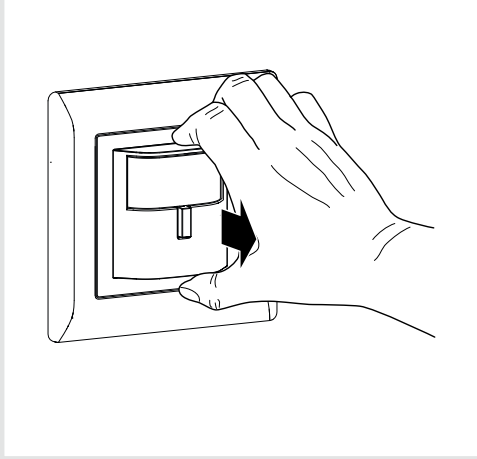

Figura 8: smontaggio della copertura
■ Rimuovere la copertura (figura 8).